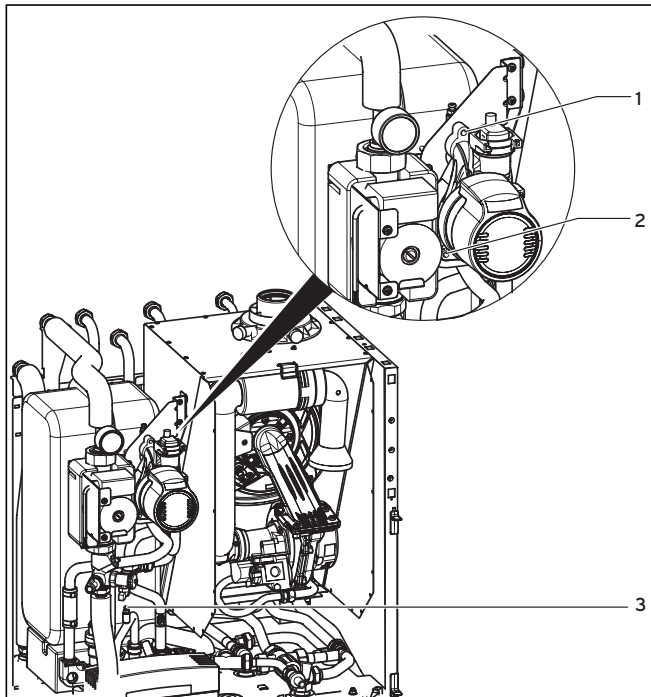

Abb. 8.11 Pumpe ausbauen
- Schließen Sie einen Schlauch am Speicher-Entleerungshahn (1) an, führen Sie das freie Ende des Schlauchs an eine geeignete Abflussstelle und öffnen Sie den Hahn.
- Öffnen Sie den Entlüftungsnippel **(3)** am Rohr zwischen Pumpe und Sekundär-Wärmetauscher, damit das Gerät vollständig entleert wird, siehe Abbildung 8.11.